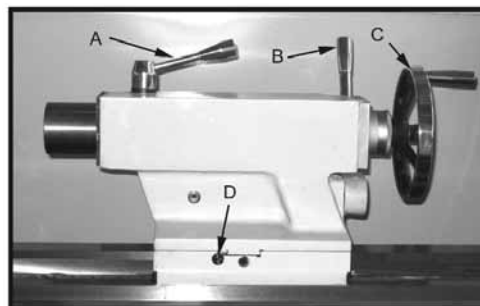

Fig. 14
16. **Dubbrörets lås:** (A, fig. 14) Sitter på dubbdockan. Vrid medurs för att låsa hylsan. Vrid moturs för att låsa upp.
17. **Dubbdockans lås:** (B, fig. 14) Sitter på dubbdockan. Dra uppåt för att låsa. Tryck nedåt för låsa upp. Om dubbdockan har stor last, dra åt sexkantshuvudet på höger sida för att öka säkerheten ytterligare.
18. **Ratt för dubbrör:** (C, Fig. 14) Vrid medurs för att skjuta ut dubbröret. Vrid moturs för att dra in det.
19. **Inställning av dubbdockans ställskruv:** (D, fig. 14) De två sexkantsskruvarna som sitter på dubbdockans sockel används för att förskjuta dubbdockan vid skärrörelser. Om man lossar den ena skruven när den andra dras åt förskjuts dubbdockan. Dra inte åt dubbdockans lås vid justeringen.